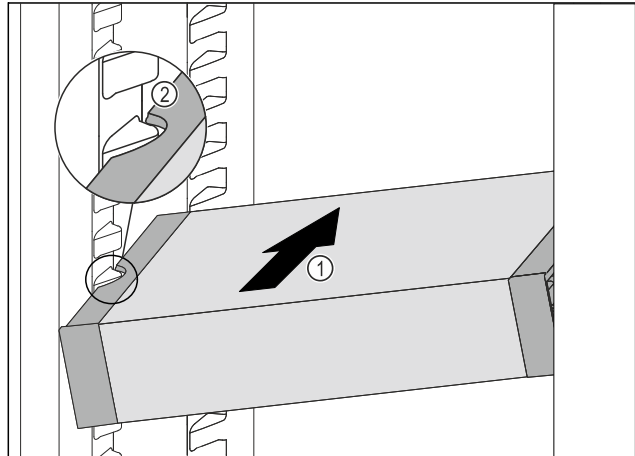

Fig. 73
- Вставити VarioSafe під кутом в охолоджувальне відділення Fig. 73 (1), доки бокові поглиблення Fig. 73 (2) VarioSafe не будуть на рівні ребра для резервуара в охолоджувальному відділенні.